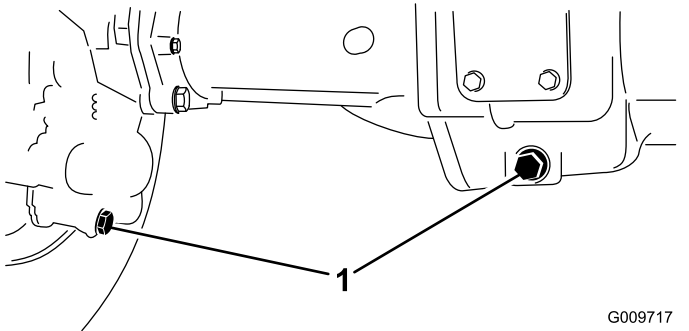

Bild 67
2. Reinigen Sie den Bereich um die drei Ablassschrauben, d. h. jeweils eine an jedem Ende und eine in der Mitte (Bild 67).